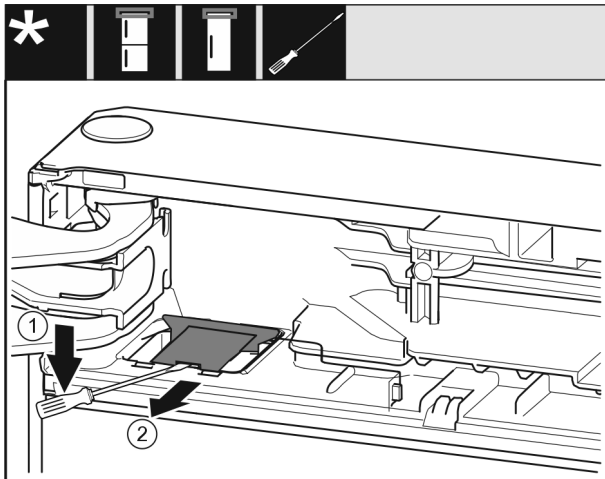

Fig. 12
- ▶ Mit einem Schlitzschraubendreher die Abdeckung Fig. 12 (1) austrasten.
- ▶ Abdeckung Fig. 12 (2) herausnehmen.